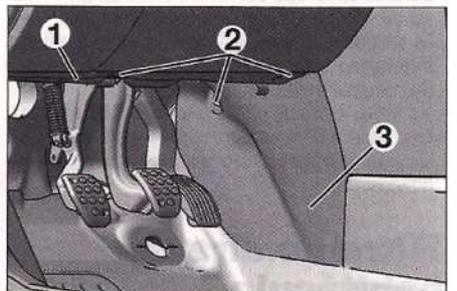

FIG. 15
- Desmontar la protección (1) (Fig.15).